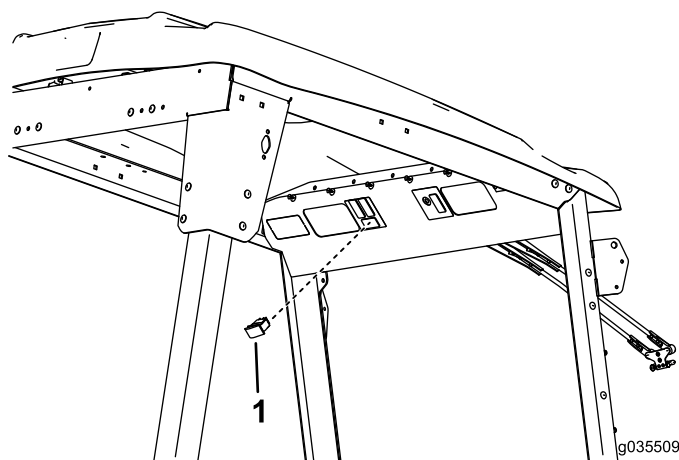

Figura 12
2. Localize a tampa na cablagem existente e ligue o interruptor à tampa (Figura 12).